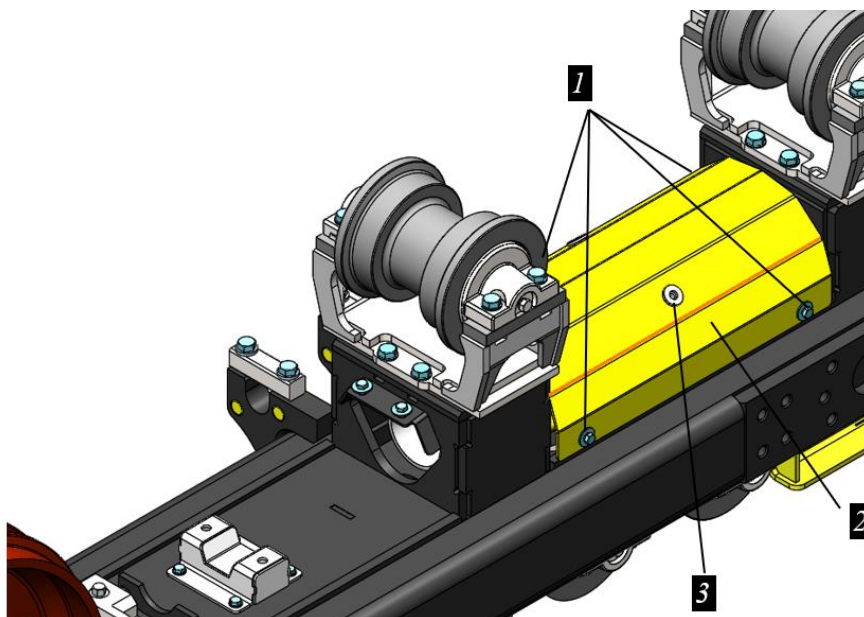

Рисунок 12.38. Процедура демонтажа кожуха механизма сдавания
► Выкрутить крепежные болты кожуха 1 снять кожух 2, рис. 12.38.
- ▶ Установить кожух механизма сдавания 2 на раму тележки, закрепить кожух болтами 1, рис. 12.38.